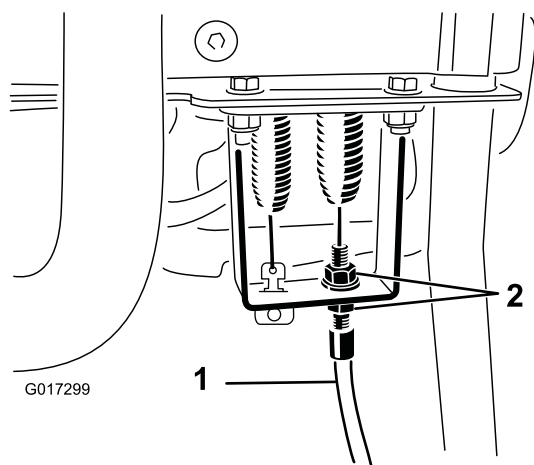

図 46
4. コントロールハンドルのバルクヘッド部で、リールコントロールケーブルをゆるめてケーブルにたるみを持たせる (図 46)。